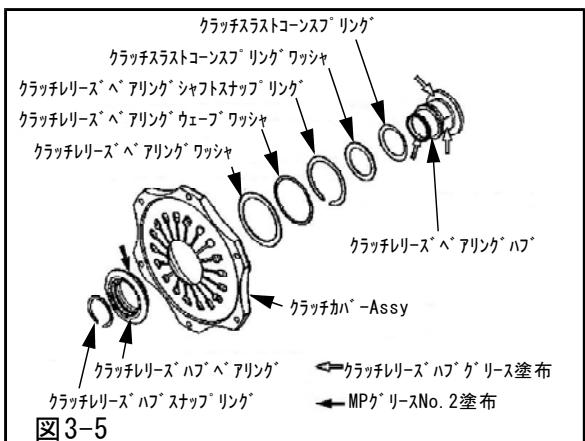

図3-5
- (6) クラッチカバーAssyにクラッチレリーズハブベアリングとクラッチレリーズベアリングハブを取付けてください。(図3-5)(P1×1)